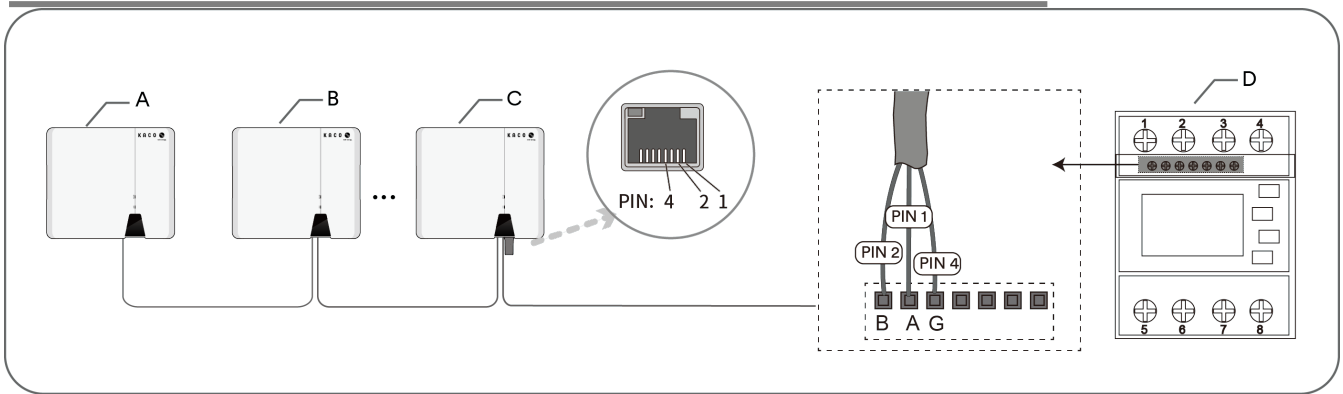
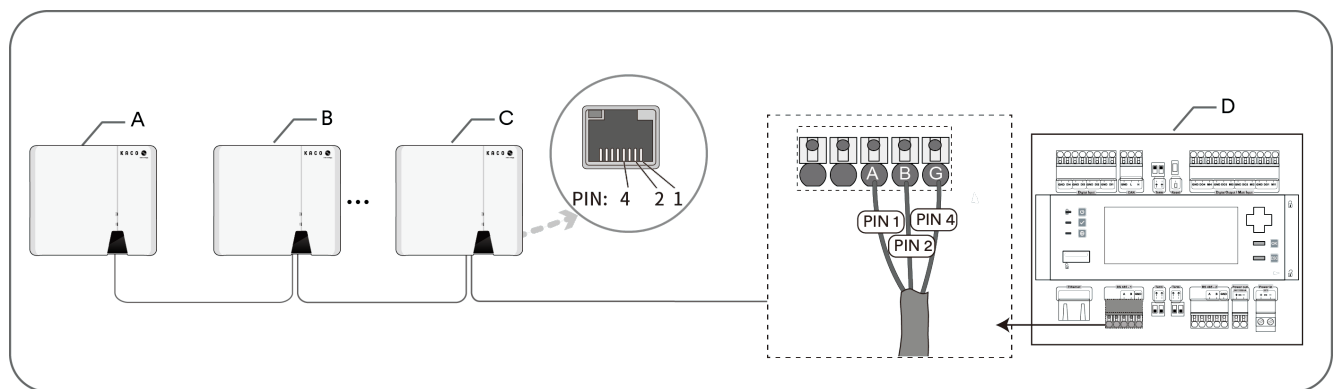

Abb. 39. RS485 Bussystem-Verbindung mit Kommunikationseinheit
Abb. 40. RS485 Bussystem-Verbindung mit Datenlogger
2. Isolieren Sie das andere Ende des Netzkabels ab. Befestigen Sie den Kupferdraht an der entsprechenden Klemme. [ PH0  0,7 Nm] (siehe Abb. 39 & Abb. 40).